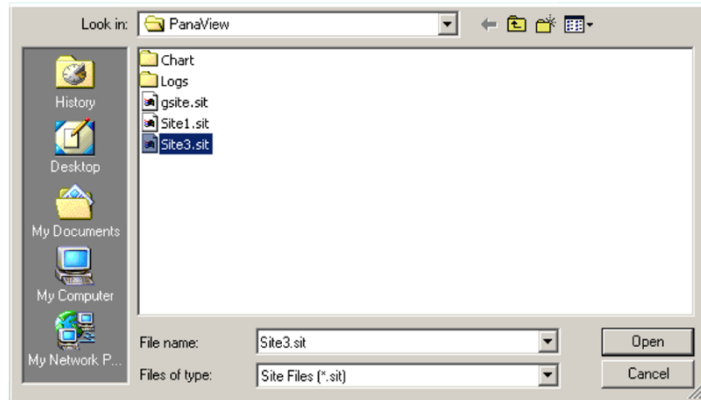

Figura 32: Selección de archivos del sitio
2. Luego haga clic en el botón *Save site to meter* (*Guardar sitio en el medidor*). Se abre una pantalla similar a la de la figura 32.
3. Se abre la ventana *Site file selection* (*Selección de archivos del sitio*) (figura 32).
3. Se abre la ventana *Site file selection* (Selección de archivos del sitio) (consulte la figura 32). Ingrese el nombre del sitio deseado (ahora con el sufijo .prt) y haga clic en [save (guardar)]. PanaView muestra una versión de texto del sitio, como se muestra en la figura 34.